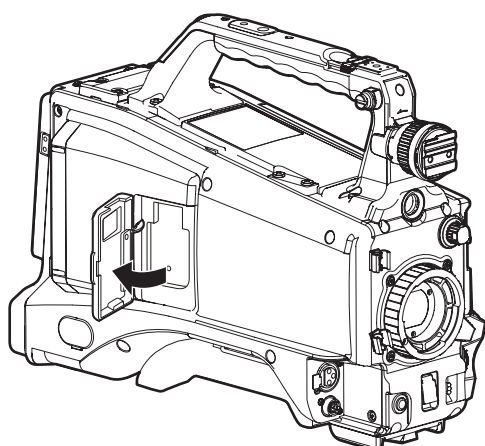

Fig. 1
- 1** Ouvrez le cache. (Fig. 1)